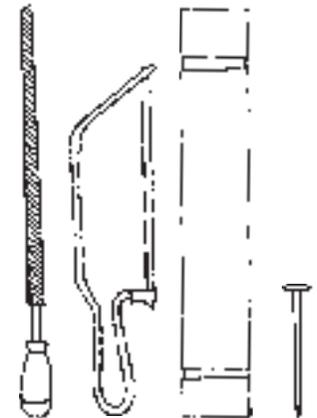

figura 14
3. Con la ayuda de la lima dar forma a las entalladuras hasta obtener pequeños canales, como los que aparecen en la figura 14, sin perforar la caña.